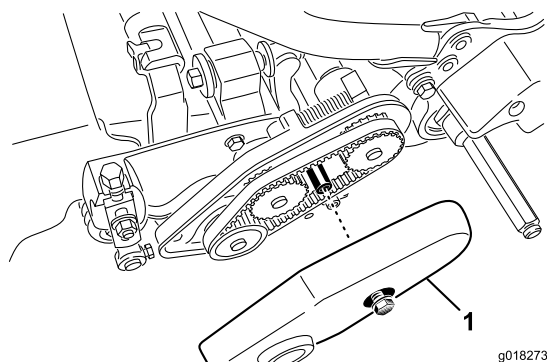

Bild 41
2. Lösen Sie den Bundbolzen, mit dem die Riemenabdeckung befestigt ist, und nehmen Sie die Riemenabdeckung ab, um an den Riemen frei zu legen (Bild 41).